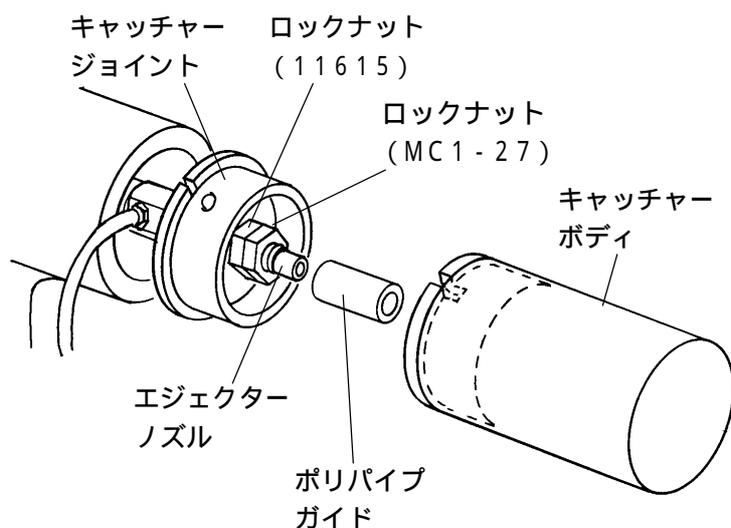

図11-4
- (1) キャッチャーボディを外し(P. 23 参照)、エジェクターノズル後端のポリパイプガイドを抜いてください。
- (2) 13mmソケットレンチでキャッチャージョイントを固定しているロックナット 2ヶ(MC1-27 と 11615)を外し、キャッチャージョイントを外してください。(図11-4)